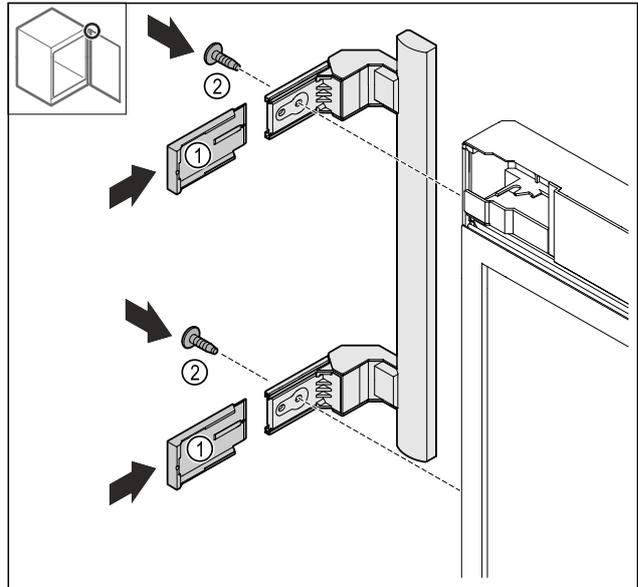

Fig. 25
- ▶ Abdeckungen Fig. 25 (1) aufschieben.